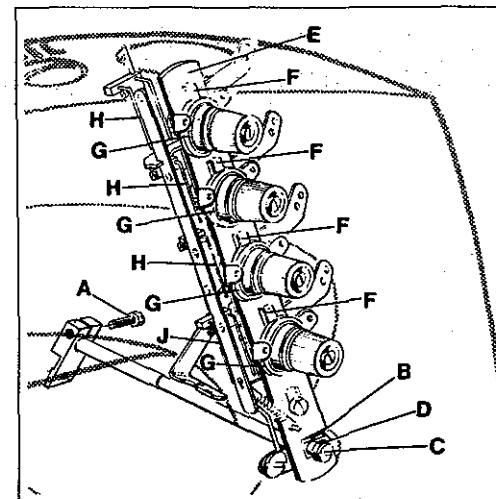

Fig.49
5.1 Loosen screw (A, Fig. 49) in the tension release lever on the back of the machine and set lever (B) of tension release lever shaft horizontal. Retighten screw (A).
5.2 Loosen screw (C, Fig. 49) and set the tension disc separator (E) by turning eccentric (D) so that the separators (F) are as close as possible to the tension discs (G) without touching them. Retighten screw (C). The tension discs must open as soon as the cutting process starts. The tension disc separator should move freely between the tension discs without binding.
5.1 Lösen Sie die Schraube (A, Fig. 49) im Spannungsauslösehebel auf der Rückseite der Maschine und stellen Hebel (B) der Auslösestange für Fadenspannung horizontal. Ziehen Sie die Schraube (A) wieder an.
5.2 Lösen Sie die Schraube (C, Fig. 49) und stellen Spannungsscheibentrenner (E) durch Drehen von Exzentr (D) so, daß die Öffner (F) so dicht wie möglich an den Fadenspannungsscheiben (G) stehen, ohne sie zu berühren. Ziehen Sie die Schraube (C) wieder an. Die Spannungsscheiben müssen bei Beginn des Schneidens sofort öffnen. Der Spannungsscheibentrenner muß sich frei zwischen den Fadenspannungsscheiben (G) bewegen.
5.3 The thread pull-off hooks (H, Fig. 49) for the needle threads control the length of the needle thread tails on garment after trimming. The higher the hooks are set, the shorter the needle thread tails will be.
Set the thread pull-off hook (J, Fig. 49) for the looper thread so that the thread is clamped securely when trimmed.
5.3 Die Fadenabzugshaken (H, Fig. 49) für die Nadelfäden regeln die Länge der Nadelfadenenden am Nähgut nach dem Abschneiden. Je höher die Haken gestellt werden umso kürzer werden die Nadelfadenenden.
Stellen Sie den Fadenabzugshaken (J, Fig. 49) für den Greiferfaden so, daß der Faden beim Abschneiden sicher festgeklemmt wird.